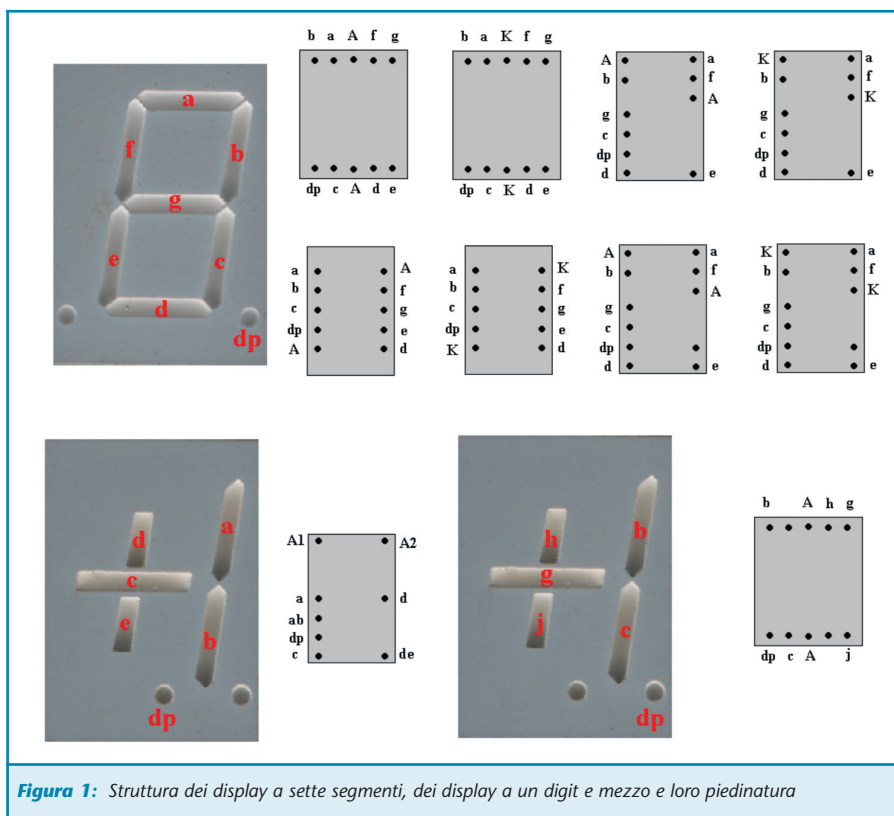

Figura 1: Struttura dei display a sette segmenti, dei display a un digit e mezzo e loro piedinatura
Per identificare i vari segmenti vi è stato attribuito il nome delle prime sette lettere dell'alfabeto partendo dal primo segmento in alto e girando in senso orario. Il led circolare prende il nome di punto decimale abbreviato in "dp" ovvero decimal point. Se il display è ad anodo comune (AC) il terminale di anodo è indicato con una "A" maiuscola per distinguerlo dal terminale "a" del primo segmento. Se invece il display è un catodo comune (KC) il terminale comune sarà indicato con una "K". Nella figura 1 possiamo osservare le piedinature di alcuni dei display più comuni.